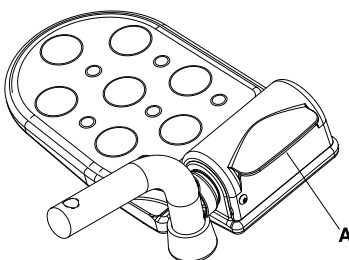

图14-6: 翻转脚踏板杠杆
4. 当脚踏板杠杆将脚踏板升高时，用脚向下将翻转脚踏板踩到转运位置(A)(图14-6 第14-15页)。